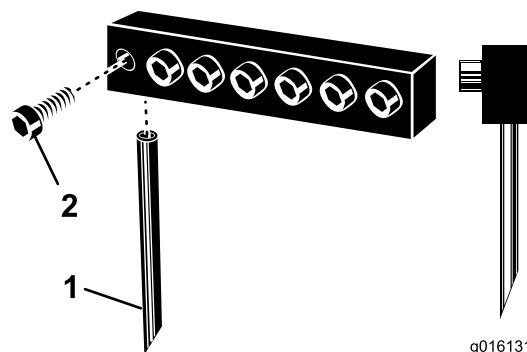

Рисунок 27
3. Выверните зажимные болты и снимите использовавшиеся ранее зубья (Рисунок 27).
**Примечание:** Полые зубья должны устанавливаться так, чтобы паз для выброса грунта был обращен назад, а у сплошных зубьев угол среза зуба должен быть обращен к машине (Рисунок 27).